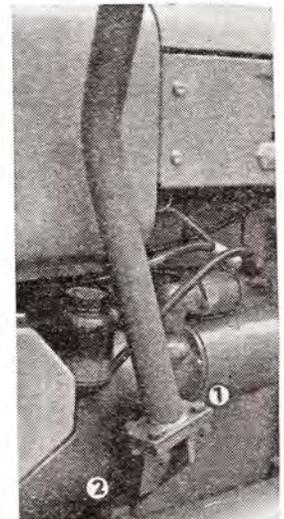

Abb. 90
1. Vier Schrauben M 12 auf der rechten und linken Seite der Rahmenkonsole (Abb. 90/1) sind abzuschrauben.
7. Auf der rechten und linken Seite des Getriebe- gehäuses sind vier Schrauben M 12 der rechten und linken Rahmenkonsole (Abb. 90/2) auszu- schrauben und diese sind abzunehmen.